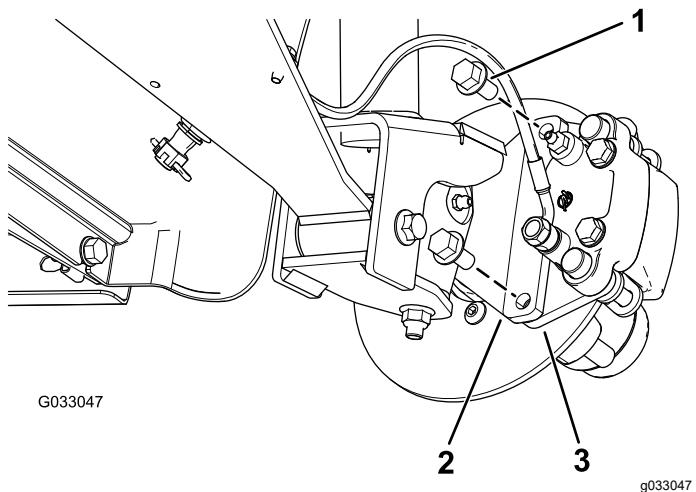
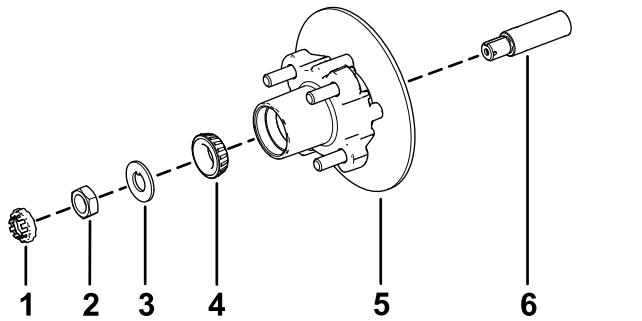

Рисунок 29
Рисунок 33
3. Выверните болты с фланцевыми головками ($\frac{3}{8} \times \frac{3}{4}$ дюйма), которые крепят кронштейн тормоза в сборе к оси, и отделите тормоз от оси (Рисунок 29).
- Нанесите тонкий слой консистентной смазки указанного типа на ось (Рисунок 33).
- Установите ступицу и тормозной диск на ось так, чтобы тормозной диск был внутри (Рисунок 33).
- Установите наружный подшипник на ось и в наружное кольцо (Рисунок 33).
- Установите стопорную шайбу на ось (Рисунок 33).
- Наверните гайку шпинделя на шпиндель и затяните гайку с моментом 15 Н·м, поворачивая ступицу так, чтобы подшипник был посажен на место (Рисунок 33).
- Совместите тормозные колодки с обеих сторон тормозного диска (Рисунок 29) с отверстиями в кронштейне суппорта и отверстиями в креплении тормоза на цапфе (Рисунок 33).
- Закрепите кронштейн суппорта на цапфе (Рисунок 29) с помощью 2 болтов с фланцевыми головками ($\frac{3}{8} \times \frac{3}{4}$ дюйма).